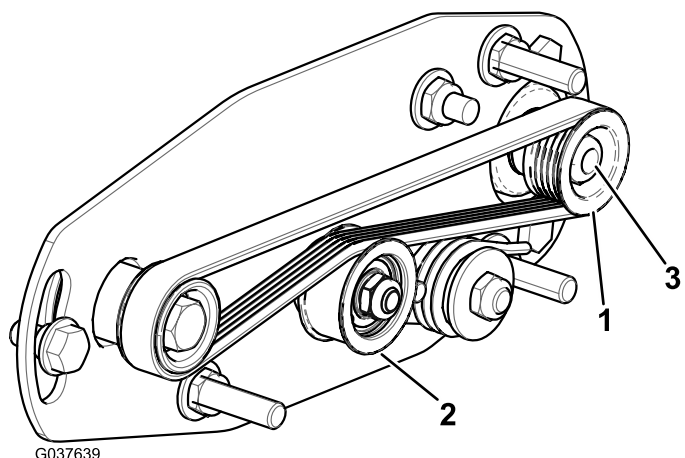
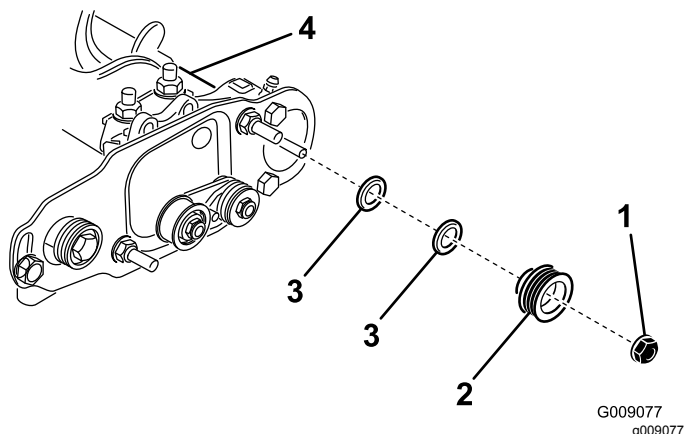

Figura 26
Figura 27
1. La polea arrastrada (en el eje del cepillo del rodillo) puede desplazarse hacia dentro y hacia fuera (Figura 26).
2. Mientras gira del molinete, que hará girar a su vez la polea motriz, haga palanca para retirar la correa de la polea motriz (Figura 26).
3. Retire la contratuerca que sujeta la polea arrastrada al eje del cepillo (Figura 26 o Figura 27).
4. Retire la polea arrastrada del eje (Figura 27).
5. Si es necesario desplazar la polea hacia fuera, añada un espaciador de 0,8 mm de grosor (Figura 27). Para desplazar la polea hacia dentro, retire el espaciador existente de 0,8 mm de grosor.
6. Instale la polea, tal y como se muestra en la Figura 27.